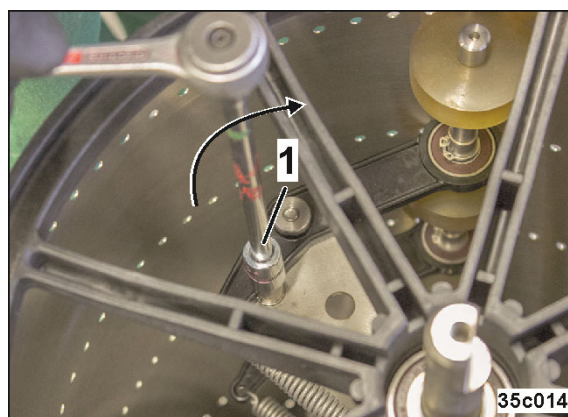

Fig. 328
2. Continuez à tourner l'axe de délestage (Fig. 328/1) d'env. un demi-tour